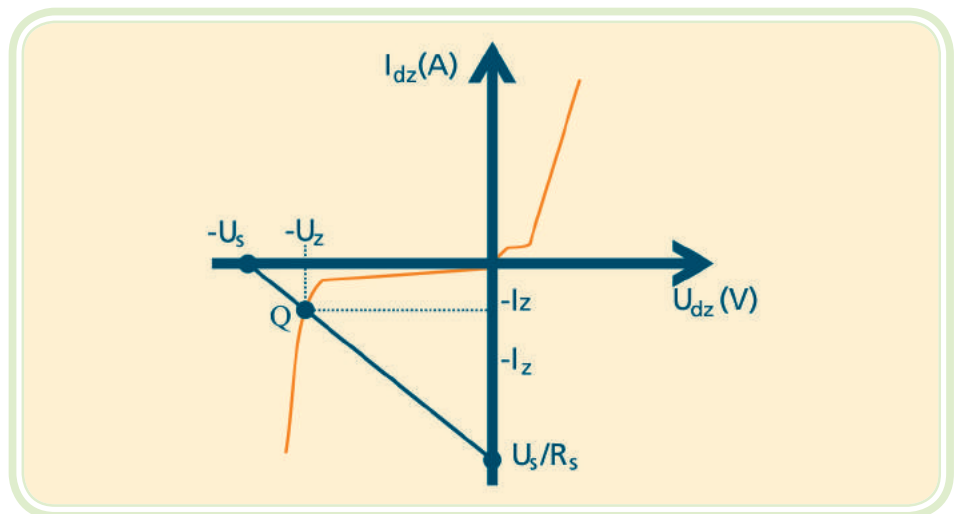

Figura 5.7: Reta de carga do diodo zener
a) **Diodo zener ideal** – o diodo zener ideal comporta-se como uma chave fechada para tensões positivas ou tensões negativas menores que $-U_z$. Ele se comportará como uma chave aberta para tensões negativas entre zero e $-U_z$, conforme representado na sua curva característica da Figura 5.7.